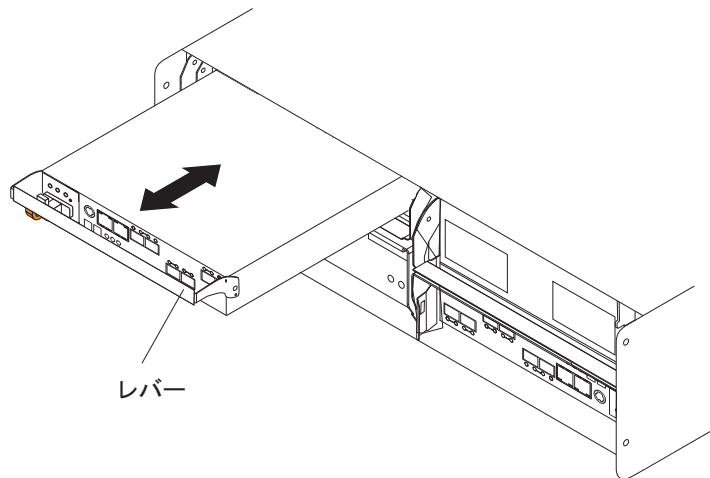

図 77. DS5020 からのコントローラーの取り外し
9. シャーシからレバーをゆっくりと手前に引いて、コントローラーをベイから取り外します。コントローラー・レバーを解放する際には両手を使用してください。150 ページの図 77 に、ストレージ・サブシステム・シャーシからスライドするコントローラーを示します。